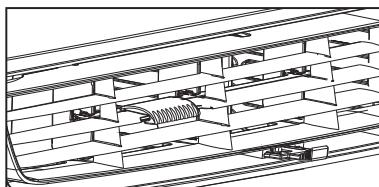

Figure 1 (ÉVENT FERMÉ)
- Faire recirculer l'air à l'intérieur de la pièce - évent fermé (voir Fig. 1)